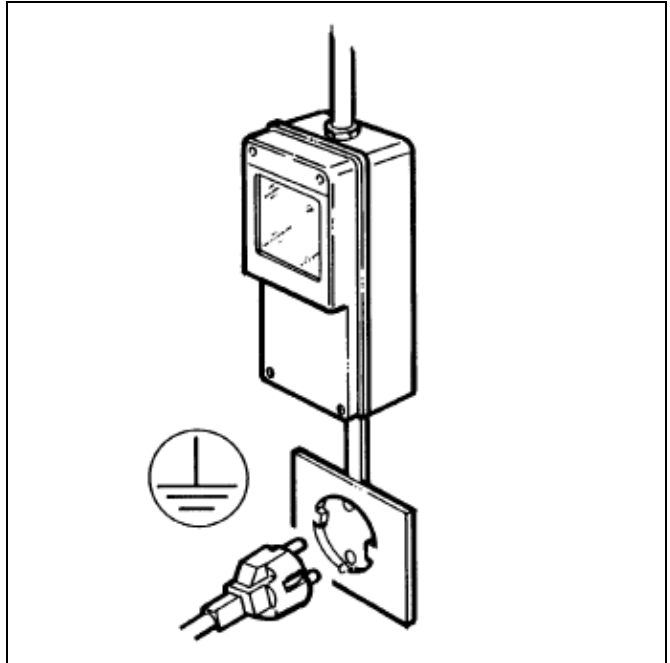

Fig. 20
- S'assurer que le raccordement est effectué à une installation dotée de mise à la terre efficace comme il est prévu par la réglementation de sécurité en vigueur (fig.20).
- Il est indispensable, pour une installation sûre et correcte, de disposer d'une prise spéciale commandée par un interrupteur magnéto-thermique avec une distance d'ouverture des contacts égale ou supérieure à 3mm, conforme à la réglementation nationale de sécurité en vigueur (fig.20).